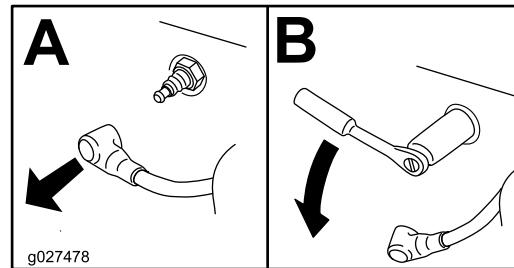

Figure 48
- Enlevez la bougie (Figure 48).